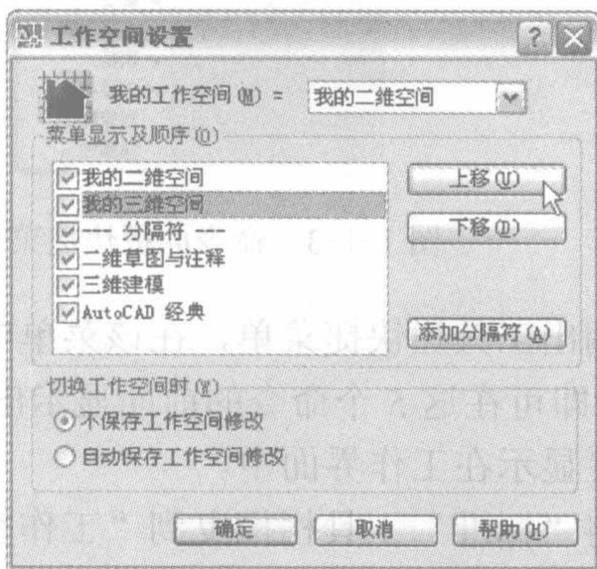

图 1-1-6 “工作空间设置”对话框
(7) 由于在 AutoCAD 2008 中，二维绘图和三维绘图所需使用的工具栏有较大的变化，用户还可以根据需要，使用上述方法设置一个三维绘图的工作空间界面，并将其以文件名“我的三维空间”保存下来，在绘图时根据需要选择不同的工作空间，提高绘图的效率。
(8) 单击“工具”→“工作空间”→“工作空间设置”菜单命令，或在“工作空间”工具栏中单击“工作空间设置”按钮, 调出“工作空间设置”对话框，如图 1-1-6 所示。在该对话框中选中“我的二维空间”选项，多次单击“上移”按钮，将其位置移动到顶部以方便选择，如图 1-1-6 所示。